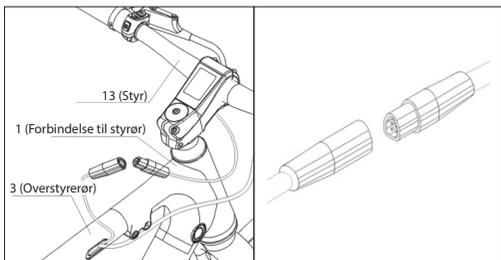

Figur 1-5
- Skub styret til venstre og højre for at centrere det, og drej det en smule, så bremsegrebene er vinklet nedad. Stram derefter skruerne gradvist i en A-B-C-D-sekvens, som vist i **Figur 1-5**.